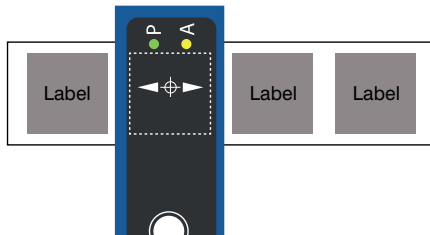

Abbildung 2/ Figure 2 / Schéma 2
1. Etikett – nicht den Spalt – unter aktiven Bereich des Sensors positionieren. (Abb. 2)